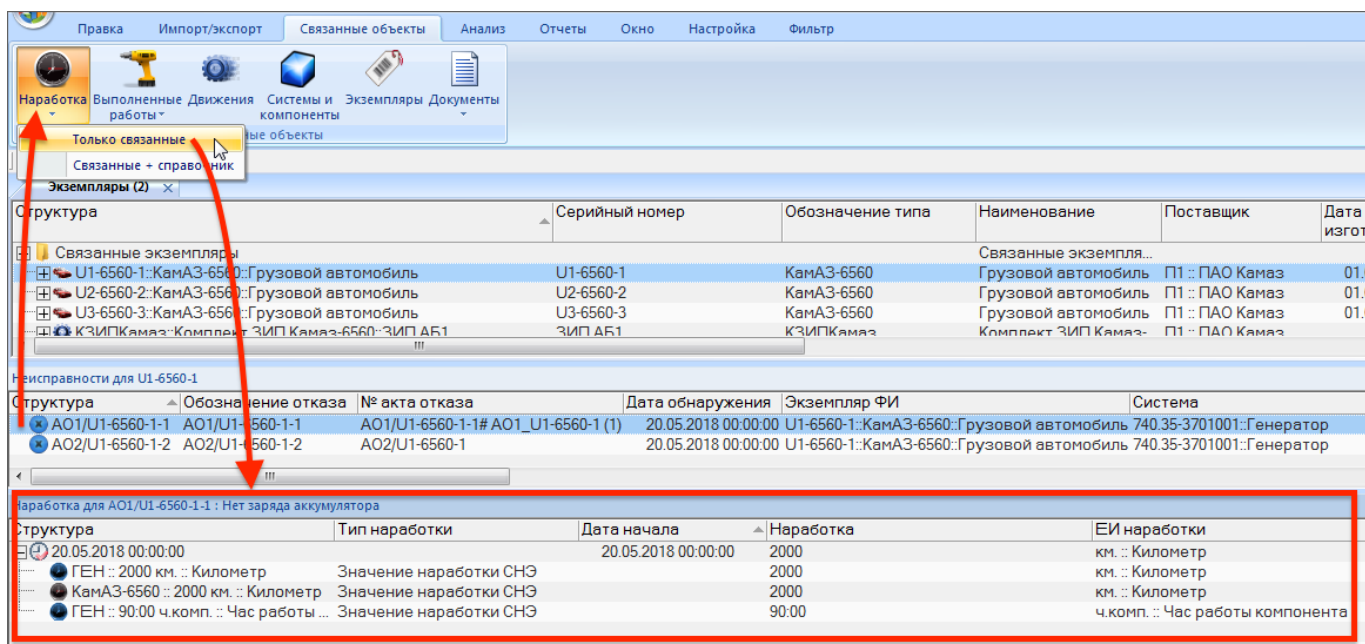

Рис. 9-33 – Нарботка, введенная при создании отказа
3) Для просмотра наработки, связанной с отказом, нужно выделить неисправность в связанном окне «Неисправности» для машины и открыть для нее связанное окно «Наработка» (рис. 9-33). Это окно содержит наработку, введенную при создании отказа в мобильном модуле.